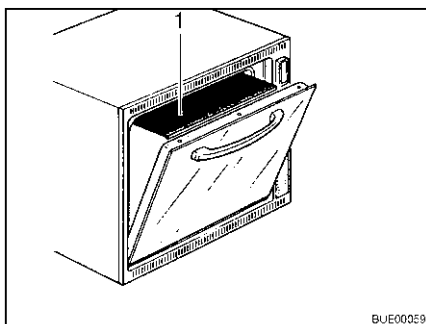

Bild 128 Hitzeschutzplatte
- Backofenklappe ganz öffnen. Dazu den Sicherungshebel (Bild 128,4) nach oben drücken.
- Die Hitzeschutzplatte (Bild 128,1) herausziehen.